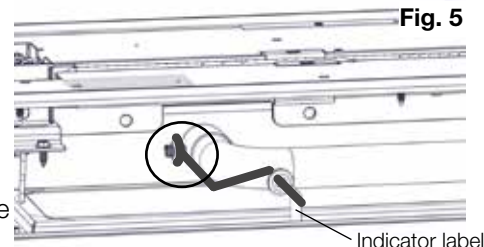

Fig. 5
- ☐ 11. Position the burner assembly in place inside the firebox but do not secure. Lift the burner assembly up then manually engage the larger end of the rod over the left side of the new air shutter. Ensure the rubber grommet is correctly positioned around the air shutter stud (**Fig. 5**). Once fully engaged, secure the burner assembly. **Ensure the orifice is engaged.**
- ☐ 15. Install indicator label (supplied) onto the end of air shutter adjustment rod (**Fig. 5**).
- ☐ 11. Positionnez l'assemblage du brûleur en place dedans le chambre de combustion. **Ne fixez pas.** En soulevant l'assemblage vers le haut, engagez la partie la plus grand de la tige de contrôle d'air manuellement sur la côté droite du volet d'air. Assurez-vous que le passe-câble en caoutchouc est correctement positionner autour d'étalon du volet d'air (**Fig. 5**). Lorsqu'elle est complètement engager, sécurisez l'assemblage du brûleur. Assurez-vous que l'injecteur est s'engagé.
- ☐ 15. Installez la plaque d'indication (fournie) sur le but du tige de contrôle (**Fig. 5**).